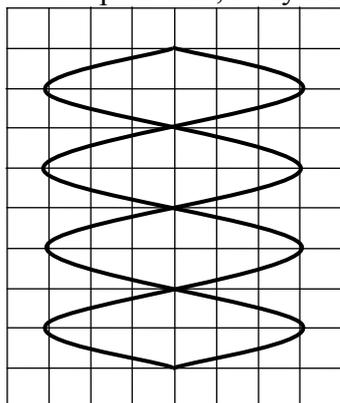

Рис. 5.
23. При измерении частоты синусоидального напряжения по методу фигур Лиссажу напряжение известной частоты было подано на вход Y, а известной – на вход X осциллографа. На экране возникла неподвижная фигура Лиссажу, показанная на рис. 5. Чему равна неизвестная частота f , если известная частота f_0 равна 100 Гц?